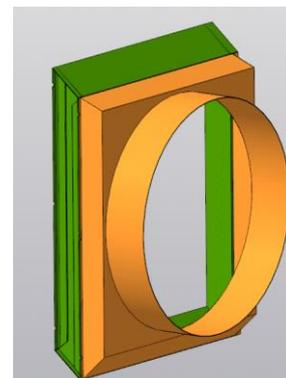

Рис. 5
- Установить и закрепить ботами М10х20 с гайками диффузор к переходному коробу (рис. 5)